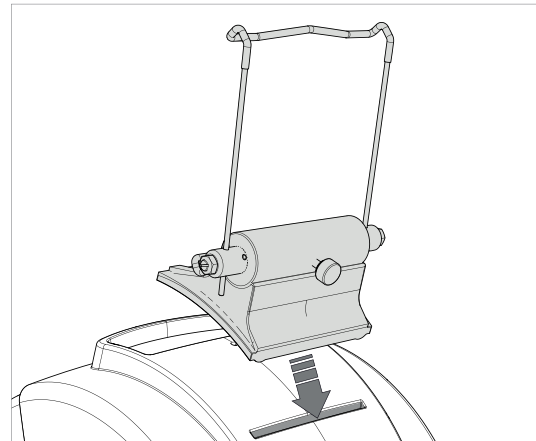

Fig. 14
- 3) Installeer de tabletsteun met het profiel in de opening op de bovenste carter (Fig. 14).